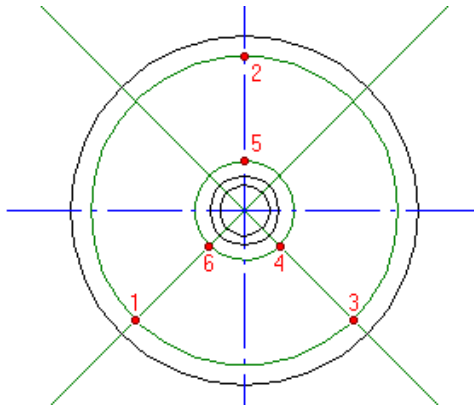

Рисунок 1.6 – Побудова вигляду зліва (перший етап)
3. Підведіть курсор до точки 1 (рис. 1.6) натисніть одночасно ліву і середню кнопку миші. Курсор притягнеться до точки 1. Клацніть лівою кнопкою миші.